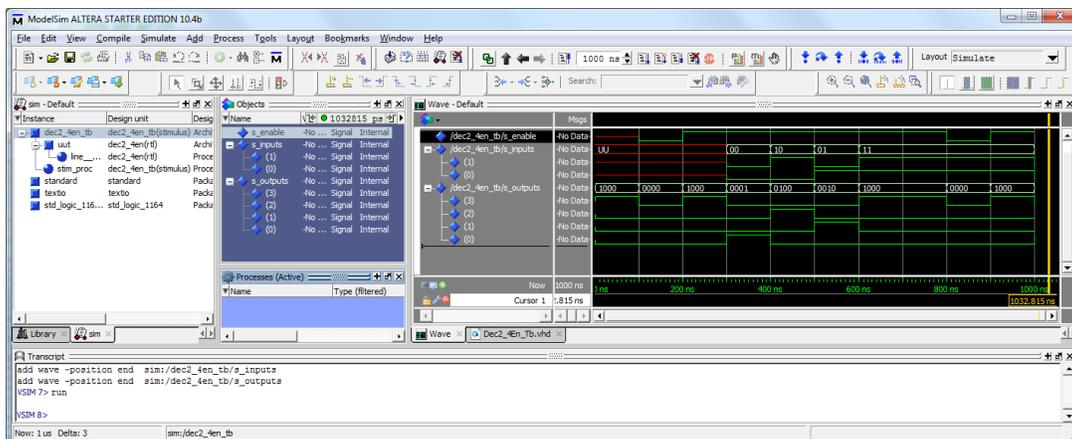

Figura 8 – Resultados de simulação do descodificador binário de 2→4 com *enable* “`Dec2_4En.vhd`” com a *testbench* “`Dec2_4En_Tb.vhd`”.
11. Execute a simulação, especificando previamente o tempo pretendido (e.g. 1000 ns tal como ilustrado na Figura 8) e premindo “Run”. A janela “Wave” deve ser atualizada à medida que a simulação progride. Analise os resultados e no final feche a aplicação “*ModelSim Intel FPGA Starter Edition*” e de seguida o projeto.